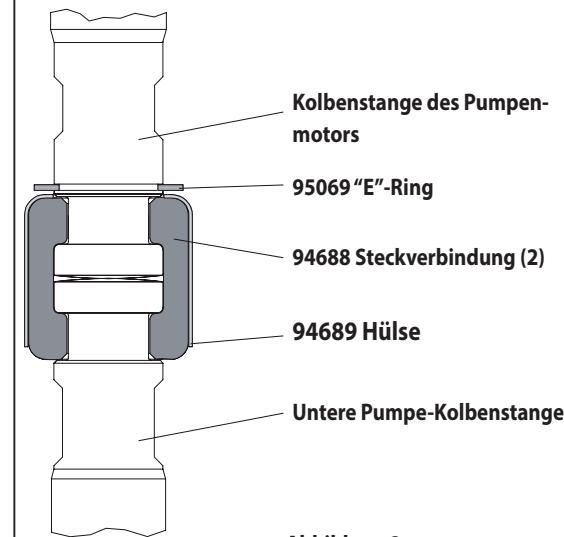

Abbildung 2
- Mit e-Ring Zangen, schieben Sie den (95069) "E" ring nach oben weit genug um die Hülse zu bewegen nach oben und lassen Sie die zwei Anschlüsse (siehe Abbildung 2) zu ermöglichen. Legen Sie die Druckluftmotors beiseite.